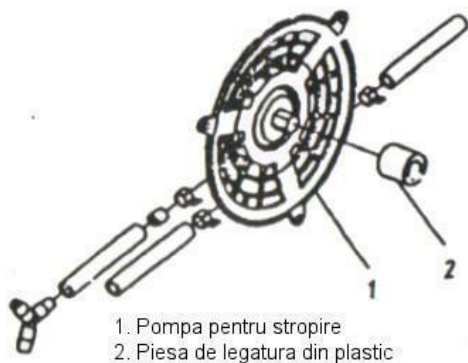

Fig. 7
- (3) Demontati pompa de presiune pentru stropire si piesa de legatura din plastic asa cum se arata in Fig. 7 si montati tija de tragere conform Fig. 8